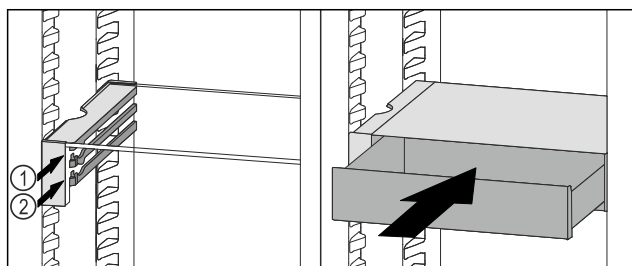

Fig. 121
- ▶ Așezați sertarul VarioSafe în spatele opritoarelor pe nervura dorită Fig. 121 (1) sau Fig. 121 (2).